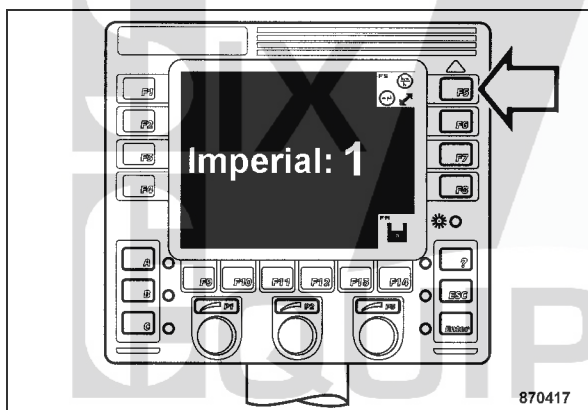

fig. 76
- Appuyer sur la touche "F5" (fig. 76) et choisir les unités désirées.